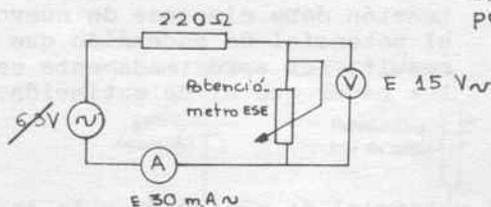

Fig.27
P.3.- Montar el circuito de la figura (fig.27 ) donde ahora el potenciómetro del E.S.E. actúa como resistencia variable. Complétese la tabla empezando con el cursor en la posición ce ro.